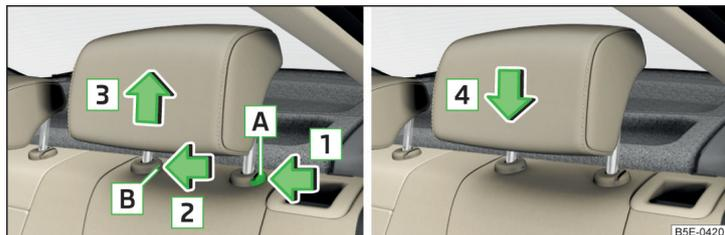

Abb. 73 Kopfstütze hinten: ausbauen/einbauen
- Die Sicherungstaste **A** in Pfeilrichtung **1** » Abb. 73 drücken, gleichzeitig mit einem flachen Schraubendreher mit einer Breite von max. 5 mm die Sicherungstaste in der Öffnung **B** in Pfeilrichtung **2** drücken.